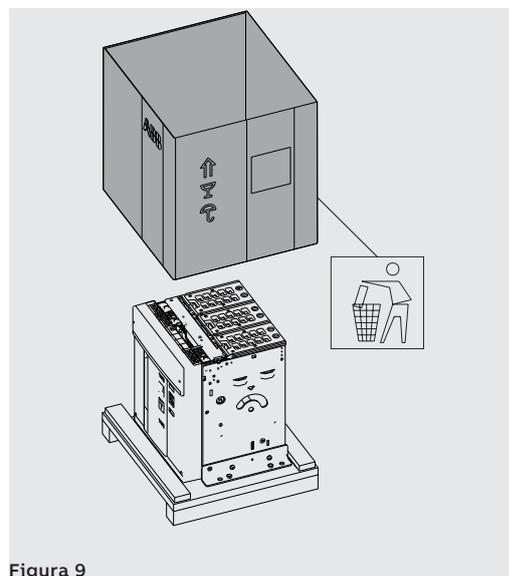

Figura 9
3. Togliere la scatola d'imballo sollevandola verso l'alto. Vedi Figura 9.